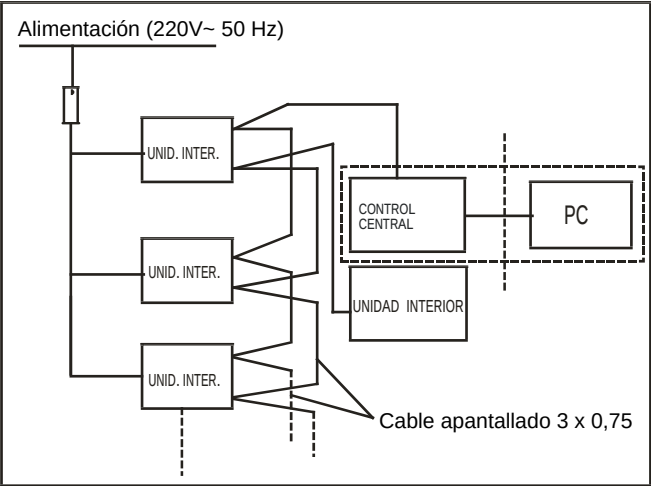

Fig. 8-1
- Vea la Fig. 8-1 para las tuberías de instalación.